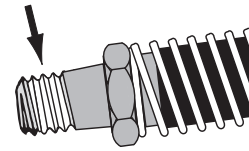

Figure 4
**NOTE:** Enrober le filet d'un tour et demi de ruban au Téflon en laissant le premier pas dénudé pour empêcher que le ruban ne pénètre dans le système, ce qui causerait des dommages. Voir la figure 4.